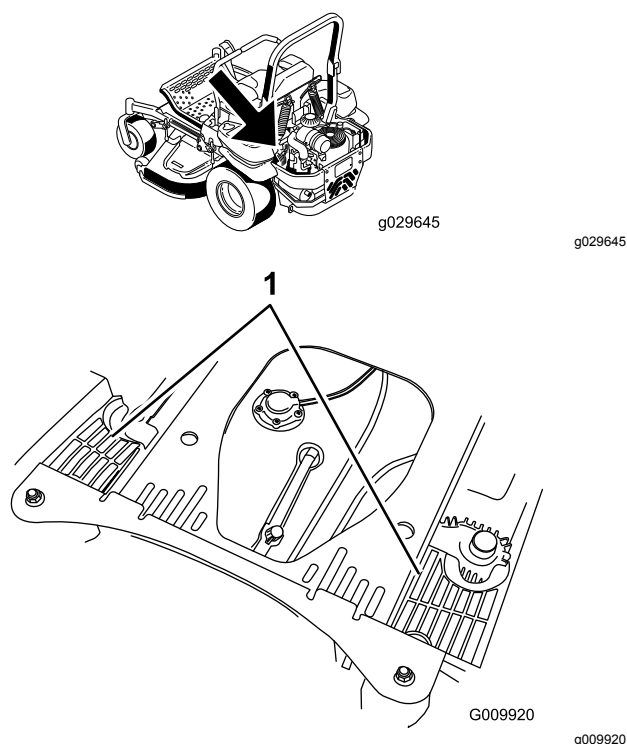

Figura 79
4. Limpie cualquier residuo o hierba de las cubiertas de las unidades hidráulicas (Figura 79).